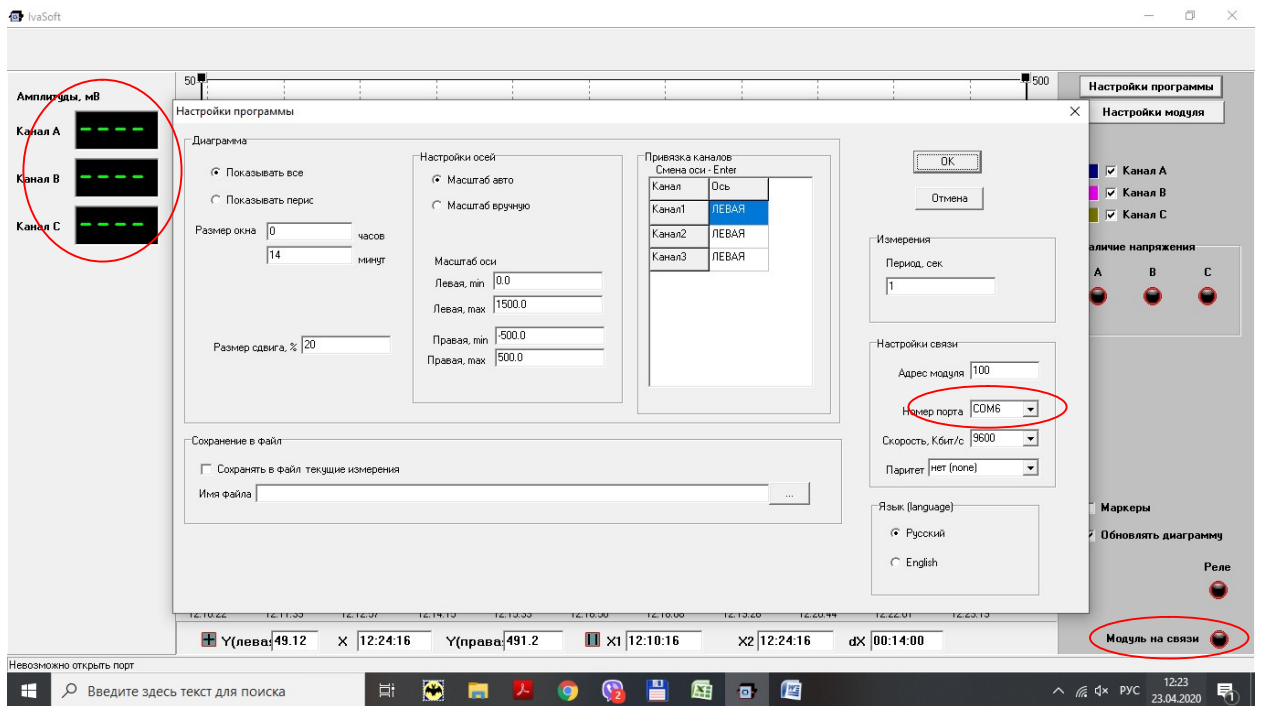

Рисунок 5
10. Далее нажимаем - Настройки программы - в окне Настроек программы в поле «Настройки связи» – выбираем номер COM-порта вашего адаптера, далее ОК - окно закроется - и в основном окне лампа «Модуль на связи» (правый нижний угол) должна зеленым загореться и в Амплитудах (левый верхний угол) появятся текущие амплитуды (рисунок 5).